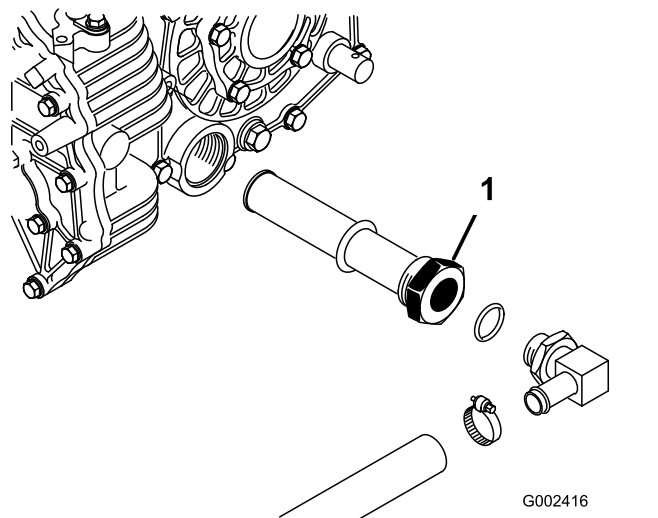

図 70
5. タンク側面のストレーナについている油圧ホースと90°フィッティングの向きを確認記憶する(図 70)。